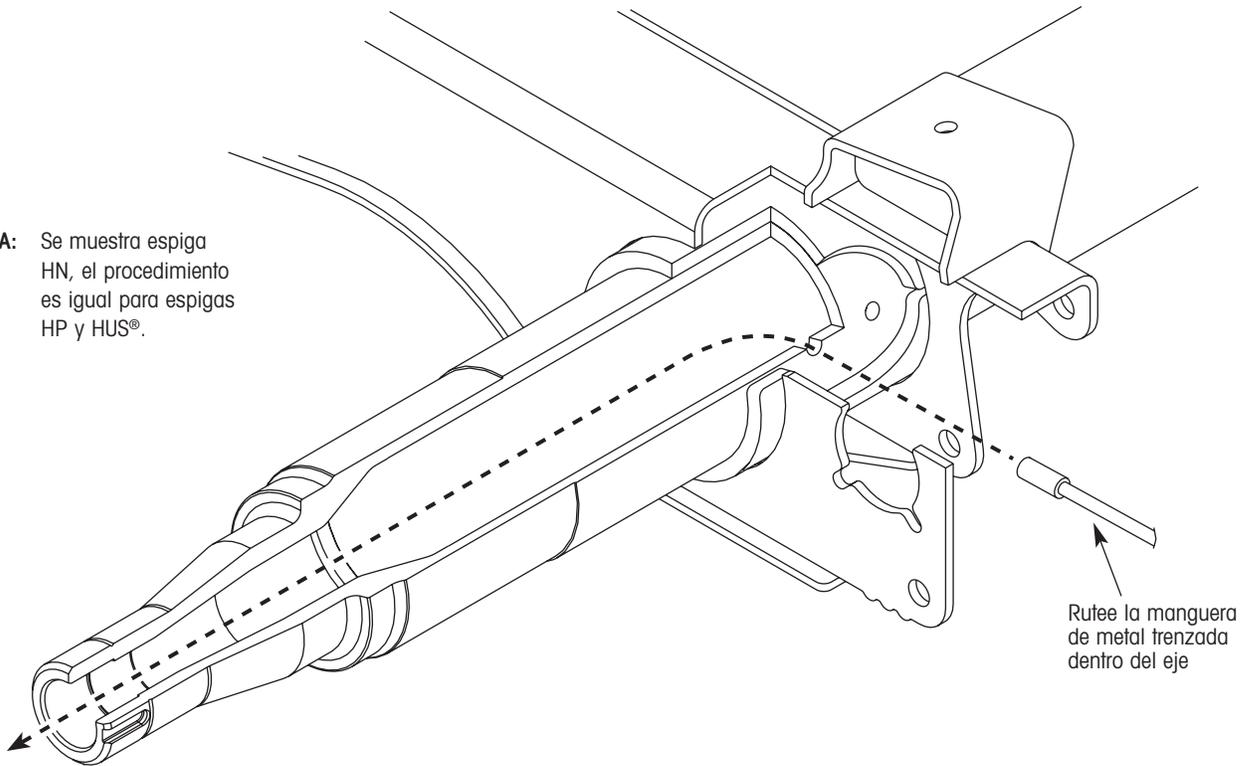

Figura 8. Ruteo de la manguera en el eje
1. En el lado del tubo del eje que tiene dos barrenos de $\frac{1}{4}$ de pulgada en la ventana del envoltorio (en suspensiones INTRAAX y VANTRAAX), rutee la parte delgada de la manguera de metal trenzado en el barreno más cercano a la espiga (figura 8). En Ejes Hendrickson para Remolque, rutee la parte delgada de la manguera de metal trenzado en el barreno más cercano a la espiga.